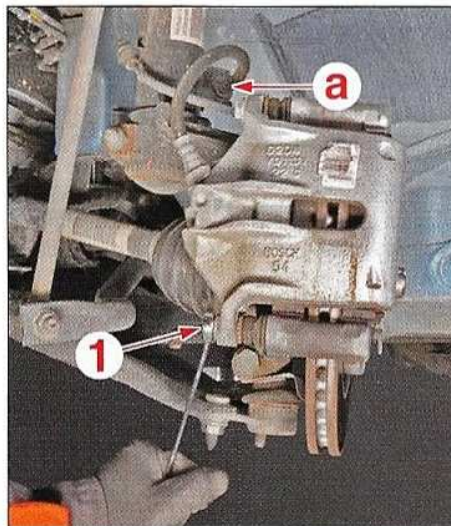

FIG.2
- Dégrafer le flexible de liquide de frein de l'élément de suspension en (a) (Fig.2).
- Déposer la vis (1).